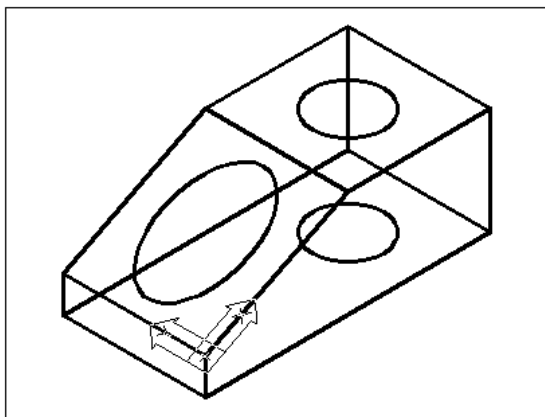

Рис. 2.2. Каркасная модель в пространстве
1. Установить пользовательскую систему координат на наклонную плоскость каркаса так, как это изображено на рис. 2.2, воспользовавшись меню **Tools | New UCS | 3 Point** (Сервис | Новая ПСК | 3 точки).